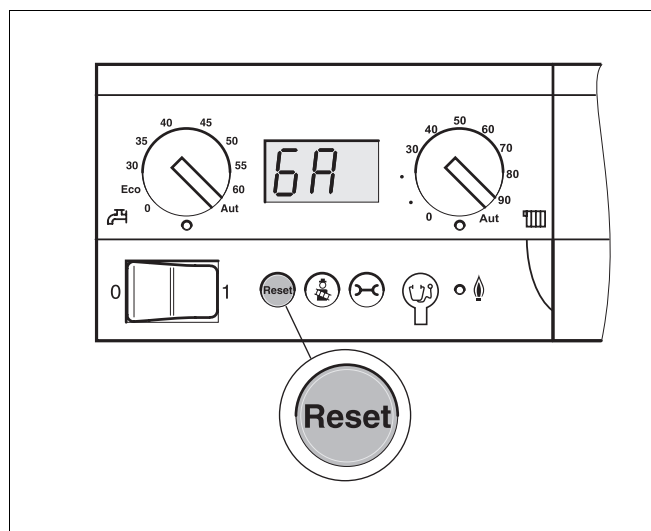

Abb. 9 Störung mit Taste „Reset“ zurücksetzen
- Drücken Sie die Taste „Reset“ (Abb. 9) für etwa 5 Sekunden, um die Störung zurückzusetzen.